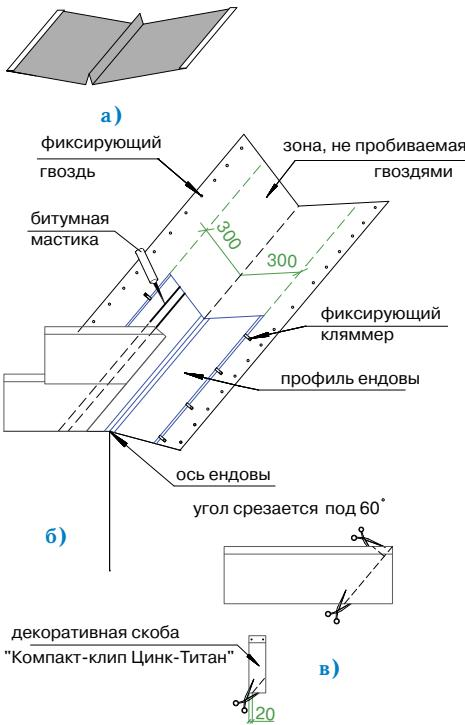

Рис. 3
### Ендова (рис. 3)
- ровно по центру ендовой устанавливается профиль ендовой (цинк-титан 0,7 мм, развертка 67 см) (рис. 3а);
**Внимание:** Необходимо также подрезать верхний уголок обрезанного края листа (см. рис. 3в) для правильного стока воды.